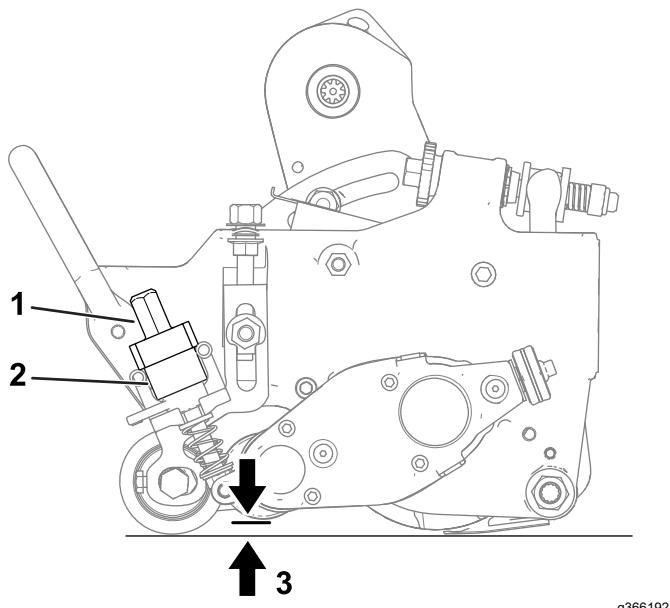

Figura 19
- A. Assicuratevi che le leve di sollevamento rapido (Figura 19) siano in posizione di FUNZIONAMENTO (vale a dire, la leva sia rivolta verso la parte anteriore dell'apparato di taglio).
- B. All'estremità del cilindro del groomer, misurate la distanza tra la punta inferiore della lama grooming e la superficie di lavoro (Figura 19). Girate la manopola di regolazione dell'altezza (Figura 19) per sollevare o abbassare la punta della lama del groomer all'altezza opportuna.